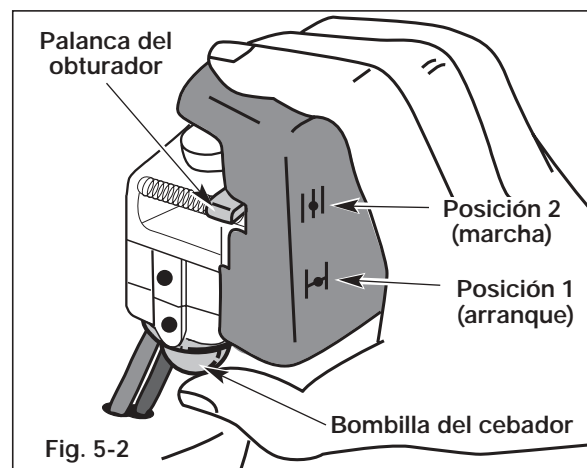

Fig. 5-2
3. Oprima completamente el cebador y suéltelo 10 veces. Hágalo lentamente. Se deberá ver un poco de **combustible en el cebador** y en las tuberías de alimentación de combustible (Fig. 5-2). Si no puede ver el combustible en el cebador, oprímalo y suéltelo tantas veces como sea necesario hasta que vea combustible en el mismo.